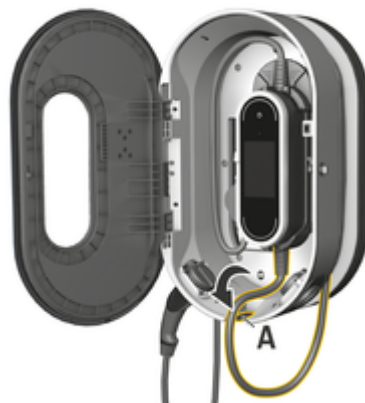

図. 20: コントロールユニットの取り付け
3. 車両ケーブルを開口部 **A** (図. 20) に通し、余分なケーブルをポルシェ充電ドックの周囲に巻いてください。